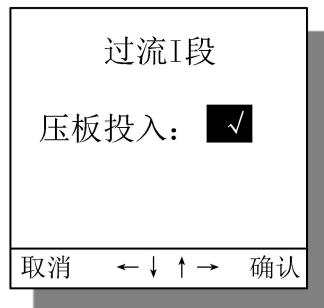

图 23 具体保护软压板投退界面
- 2) 具体保护软压板修改。在上一步的基础上，移动光标至需投退软压板保护上，按[←]键即可进入具体保护软压板修改界面。用户操作[+]或[−]键选定投退状态，[√]表示软压板投入，[×]表示软压板退出。选择好状态后可以按[C]键返回到具体保护软压板界面。具体保护软压板投退界面图见图23。